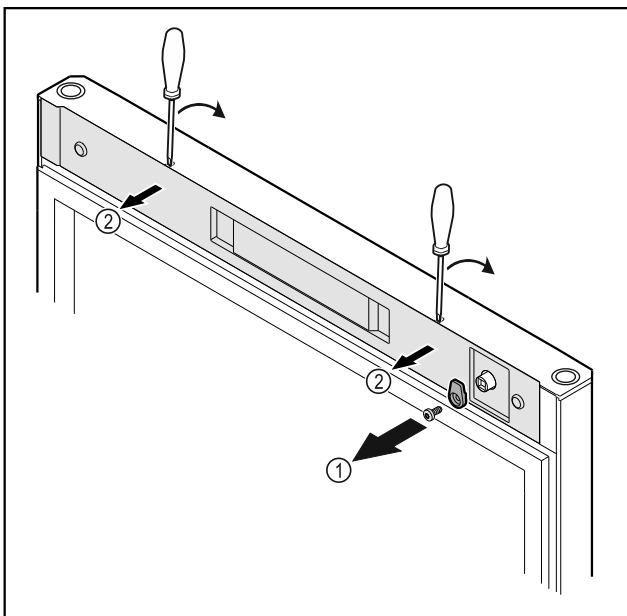

Fig. 20
- Svitare i ganci di chiusura Fig. 20 (1).
- Disinnestare la copertura Fig. 20 (2) con l'ausilio di un piccolo cacciavite e rimuoverla.